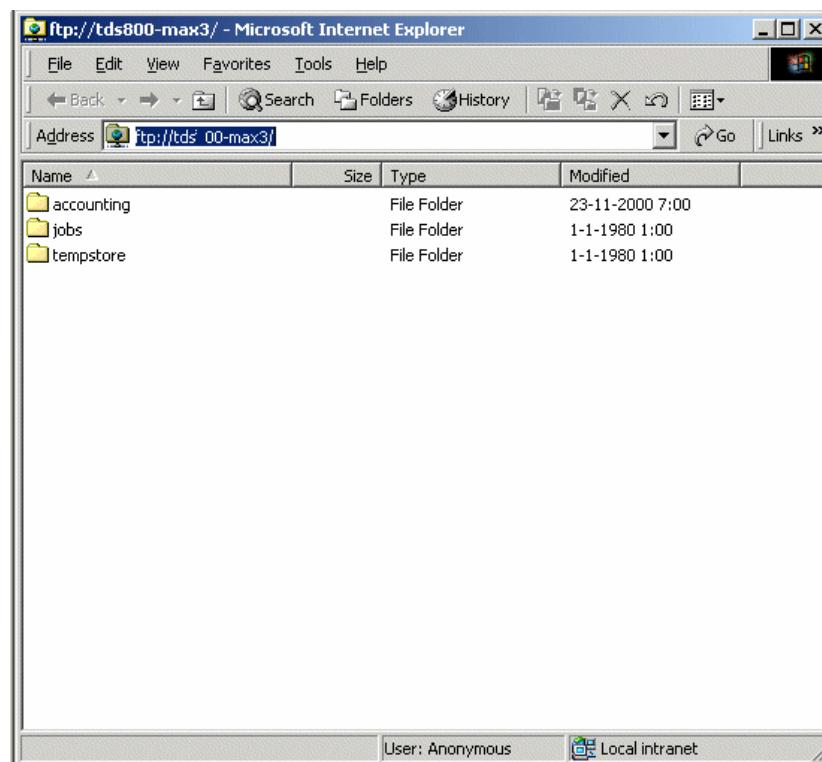

Рисунок 43: Директория для временного хранения отсканированных файлов в системе Océ TDS600
2. Откройте меню File (Файл) и выберите опцию View (Вид) или щелкните на кнопку View (Вид) на панели инструментов (смотрите рисунок 43).